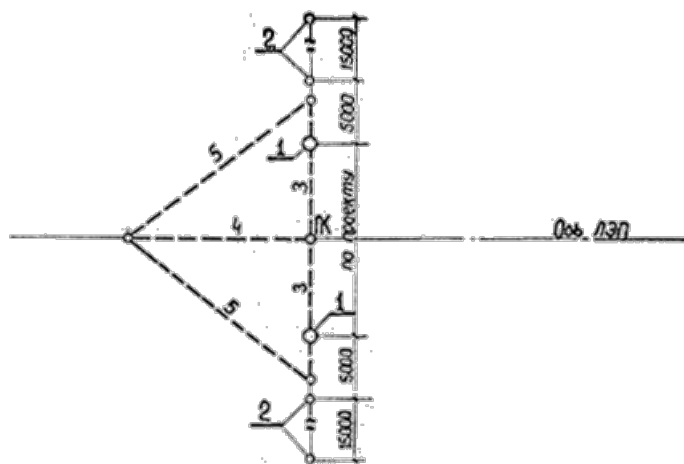

Рис. 1. Схема разбивки цилиндрических котлованов для деревянных опор
2. Перед началом бурения выполняется разбивка центров котлованов с закреплением на земле колышками поперечной оси пикета. Для определения этой оси рулетка натягивается по треугольнику с отношением сторон 3:4:5 (рис. 1), сторона 4 должна быть расположена строго по оси линии электропередачи.
а) прибыв на пикет с буровой машиной электролинейщик и машинист разбивают котлованы и закрепляют колышками поперечную ось пикета с помощью стальной рулетки (рис.1). При этом расстояние между центрами ног опоры измеряют в натуре у опоры, собранной на пикете (или по проекту);